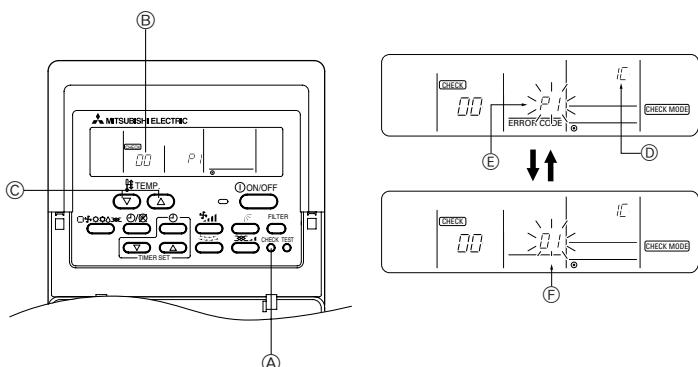

Fig. 7-2
7.3.1. För ledningsdragen fjärrkontroll (Fig. 7-2)